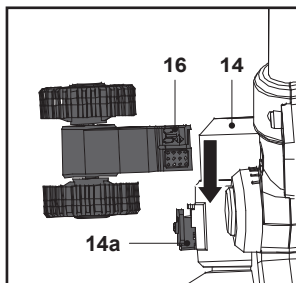

Fig. 2
1. Alinhe as ranhuras de encaixe da roda de aparar (16) com o suporte do aparador (14a) em frente à caixa do motor (14) e deslize a roda de aparar (16) para dentro para a fixar. Garanta que esta está encaixada no devido lugar (Fig. 2).